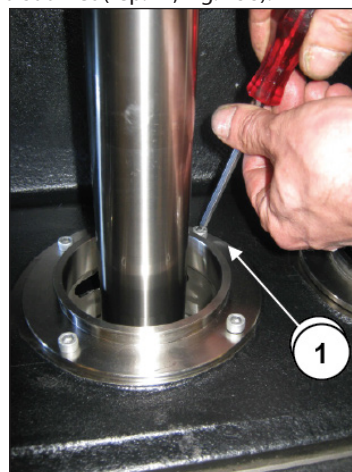

Fig. 158
Retirer le soufflet et dévisser les quatre vis M6 de fixation des trois brides du soufflet (rep. ①, Fig. 158).